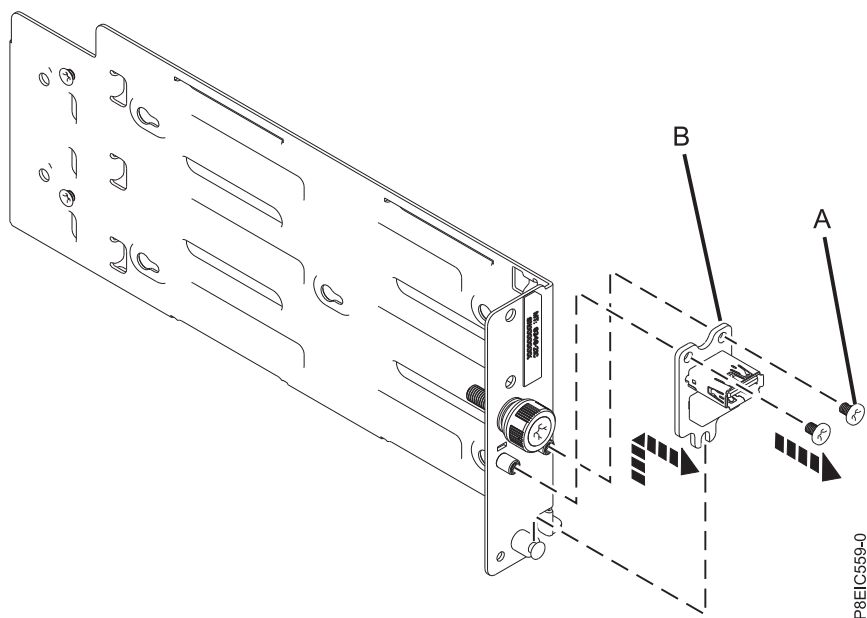

図 109. USB カードの取り外し
9. USB カード (B) から 2 本のねじ (A) を取り外し、USB カードとケーブルを持ち上げてホルダーから離します (102 ページの図 109 を参照)。